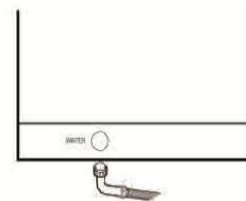

Fig. 6
- 2- Conectar la electroválvula de alimentación para suministrar corriente a través de la manguera de suministro. (Fig. 6) Cada máquina debe tener un grifo de suministro.